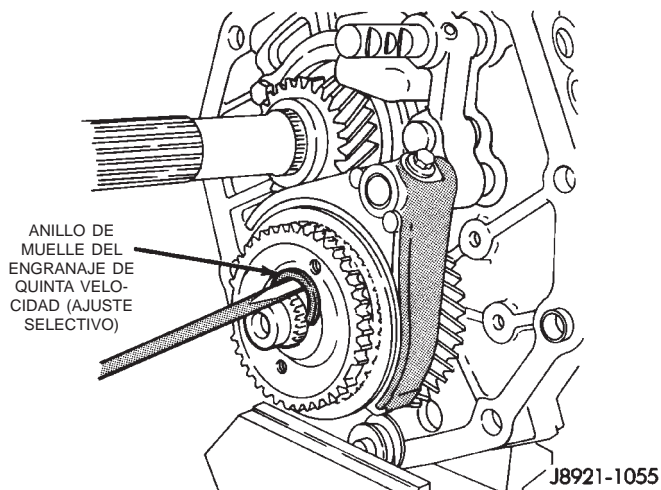

Fig. 50 Desmontaje del anillo de muelle del engranaje de quinta velocidad
(2) Retire el anillo de muelle de retención del engranaje de quinta velocidad del árbol intermedio (Fig. 50).